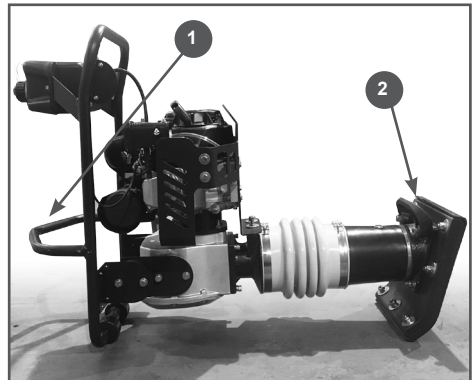

Рис. 21 Транспортирование в горизонтальном положении
4. Измерьте зазор между электродами свечи зажигания специальным щупом. Зазор должен быть 0,7-0,8 мм (Рис. 21). При увеличении, или уменьшении требуемого зазора, рекомендуется заменить свечу, так как регулировка зазора может привести к изменению качества искрообразования.
Если зафиксировать вибротрамбовку в вертикальном положении невозможно, закрепите устройство на транспортном средстве так, чтобы оно не перевернулось, не упало и не скатилось. Уложите вибротрамбовку так, чтобы двигатель был сверху (Рис. 21), и привяжите ее к транспортному средству за раму и рабочий цилиндр. Вибротрамбовку следует привязывать поперек рабочего цилиндра между трамбующим башмаком и смотровым отверстием для контроля уровня масла.
Перенос вибротрамбовки к новому участку работы осуществляется за транспортировочную скобу 1 и транспортировочную рукоятку 2 (Рис. 21).